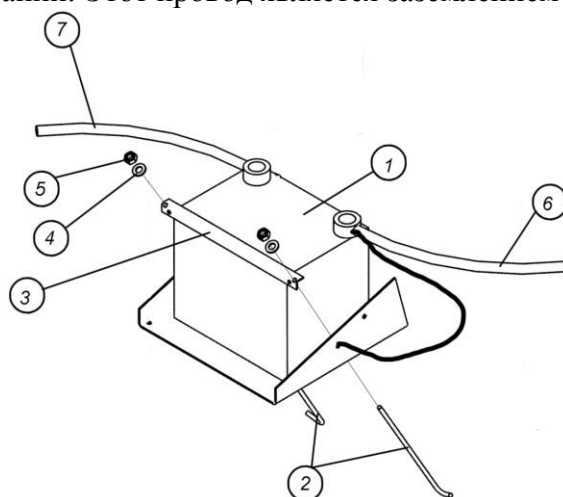

Рис. 5.3.4. Установка аккумуляторной батареи
5.3.4. Установите аккумуляторную батарею на полку-основание на передней стенке бункера и закрепите придаваемыми к бункеру шпильками 2 и уголком 3 (см. рис. 5.3.4, 7.2.7).